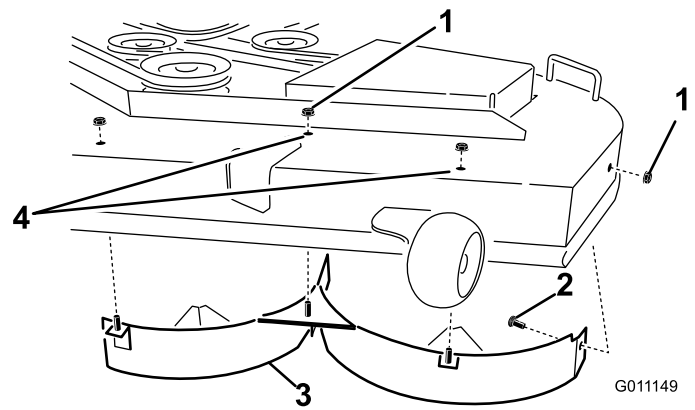

Figura 36
6. Retire las tres contratuercas (5/16 pulgada) de las clavijas soldadas del deflector izquierdo, en la parte superior de la carcasa de corte, en las posiciones centro, centro izquierda e izquierda (Figura 36). Retire el perno de cuello cuadrado y la contratuerca, situados en la
7. Retire el deflector izquierdo de la carcasa de corte según se muestra en Figura 36.
8. Localice los dos pernos entre las piezas sueltas y utilice las contratuercas existentes. Instale estas fijaciones en los taladros indicados en Figura 36 de la carcasa de corte para evitar que se arrojen residuos al aire. Instale el perno desde la parte inferior de la carcasa, y sujételo desde arriba con una de las contratuercas existentes.